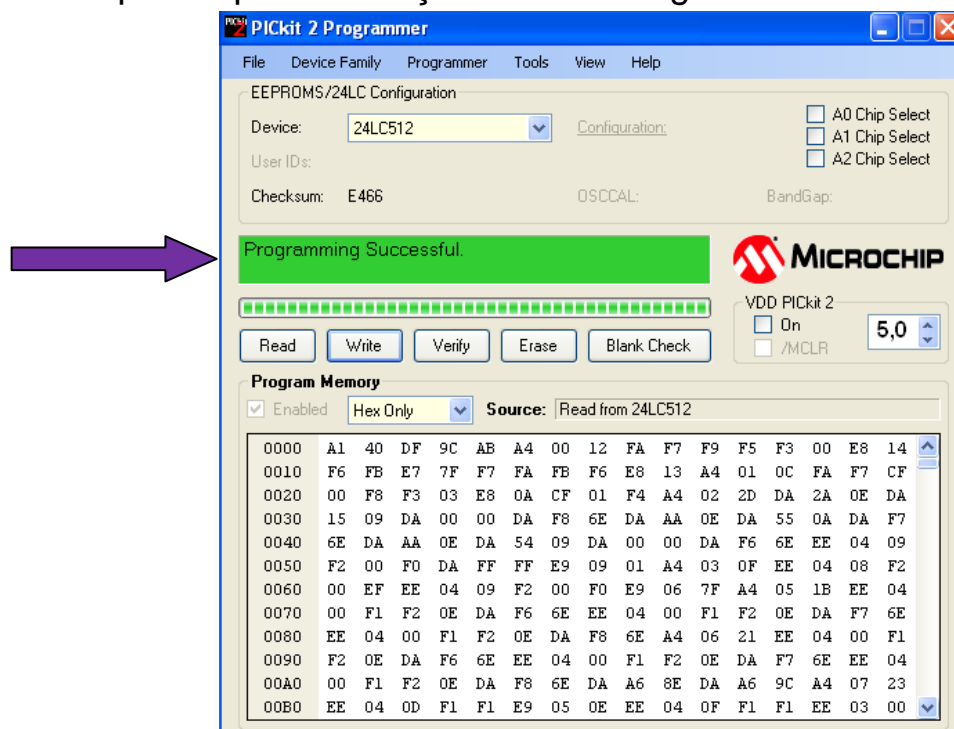

Figura 16
- Depois de escolhida a memória, va em **import -> Hex/Bin** e importe o arquivo a ser gravado ou digite diretamente o valor no endereço de memória e clique em write, quando aparecer a mensagem de sucesso a sua memória estará gravada e pronta para utilização conforme figura 16.